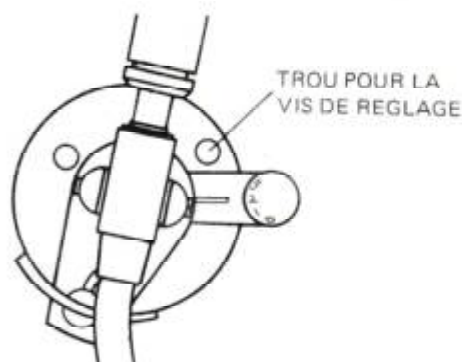

Fig. 10
1. Si le style descend à l'extérieur des sillons d'amorçage, introduire un tourne-vis dans le trou de réglage de position du style (Fig. 10) et tourner la vis de réglage dans le sens des aiguilles d'une montre.